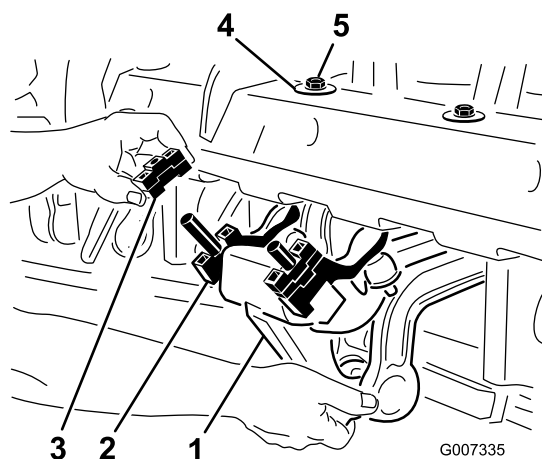

Figura 25
1. Retire as 2 porcas de bloqueio (1/2 pol.) que fixam o conjunto de amortecedor rotalink no lado inferior da estrutura da cabeça de perfuração (Figura 25).
2. Baixe o conjunto do amortecedor para expor os espaçadores (Figura 25).
4. Monte o conjunto do amortecedor novamente na estrutura da cabeça de perfuração. Certifique-se de que a anilha em D é colocada na estrutura da cabeça de perfuração, conforme indicado na Figura 25. Fixe as 2 porcas de bloqueio.